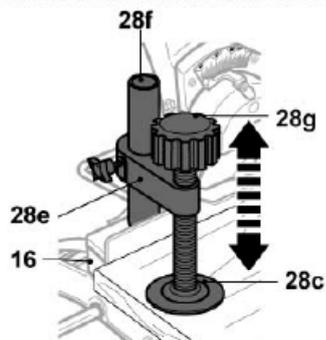

Fig. 34
- > Réglez la plaque [28c] et le support [28e] à la hauteur requise (Fig. 34), puis immobilisez la pièce.